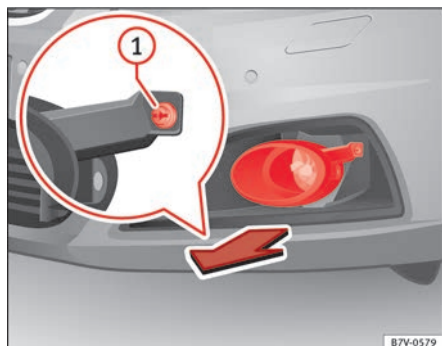

Fig. 207 En la parte derecha del parachoques delantero: Desmontaje de los faros.
2. Tire de la cubierta hacia delante, en el sentido de la flecha ⇒ fig. 207.
3. Desenrosque el tornillo de fijación ⇒ fig. 207 ① con el destornillador de las herramientas de a bordo ⇒ página 335.
11. Apriete el tornillo de fijación ⇒ fig. 207 ① con el destornillador.
12. Coloque la cubierta en el parachoques ⇒ fig. 207.